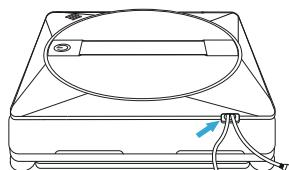

Figure1
A. Vérifiez que la nacelle est bien fixée a l'appareil et qu'elle soit en bon état (Figure 1, Figure 2).